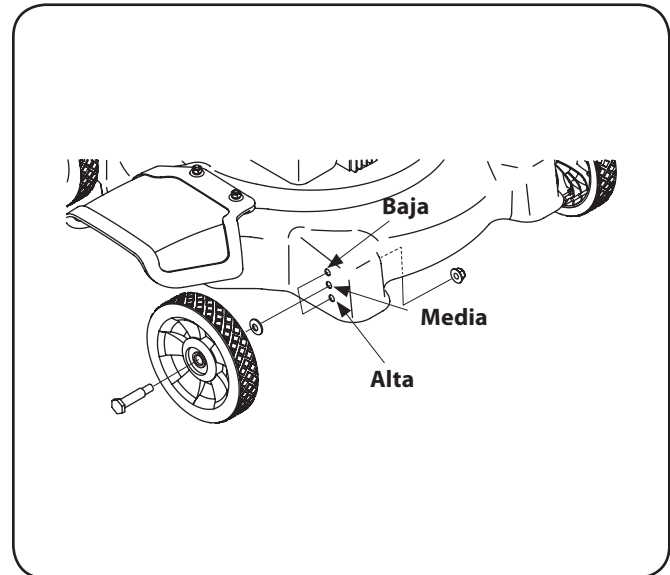

Figura 3-11
1. Saque de las ruedas los pernos del carro y los elementos de ferretería relacionados. Vea Figura 3-11.